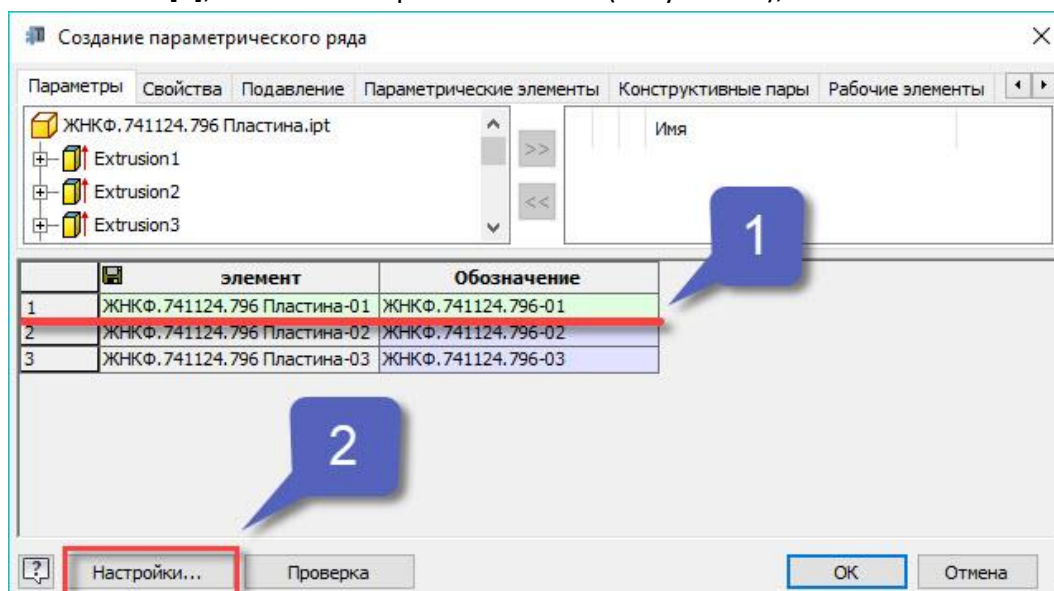

Рисунок 16
1. В меню создания параметрических деталей вставить необходимое количество строк учитывая, что в первой строке деталь будет являться оригиналом по отношению к остальным [1], т.е. без номера исполнения (Рисунок 16);